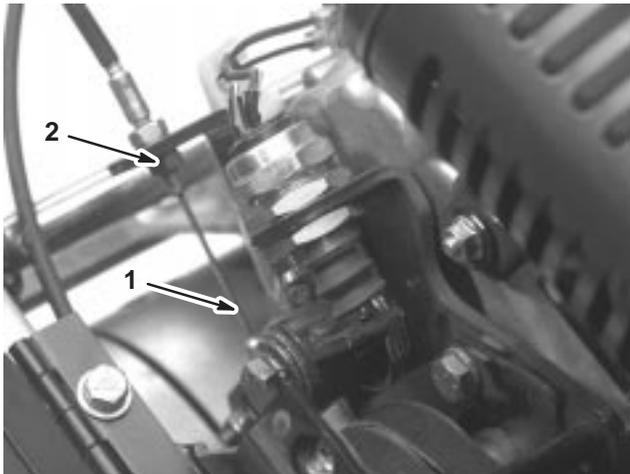

Bild 42
3. Wenn Sie die Zugspannung erhöhen möchten, lösen Sie die Klemmmutter des vorderen Zugs und ziehen Sie die Klemmmutter des hinteren Zugs an (Bild 42), bis eine Kraft von 13–22 N benötigt wird, um den Fahrtrieb zu aktivieren. Messen Sie die Kraft am Einstellrad.